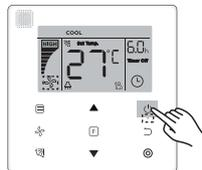

Figura 6.1
- 1) Pulse ; el icono del mando con cable se iluminará en pantalla y el icono de la pantalla de la unidad interior comenzará a girar indicando que la unidad está en marcha. (Ver figura 6.1).